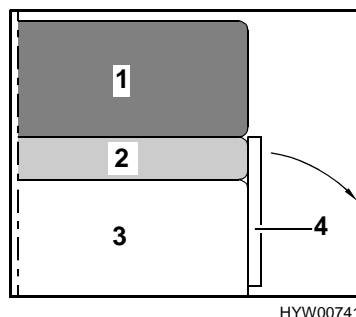

Fig. 56 Prima della trasformazione
- Sbloccare il lato anteriore del cassone letto (Fig. 56,4) dall'arresto.